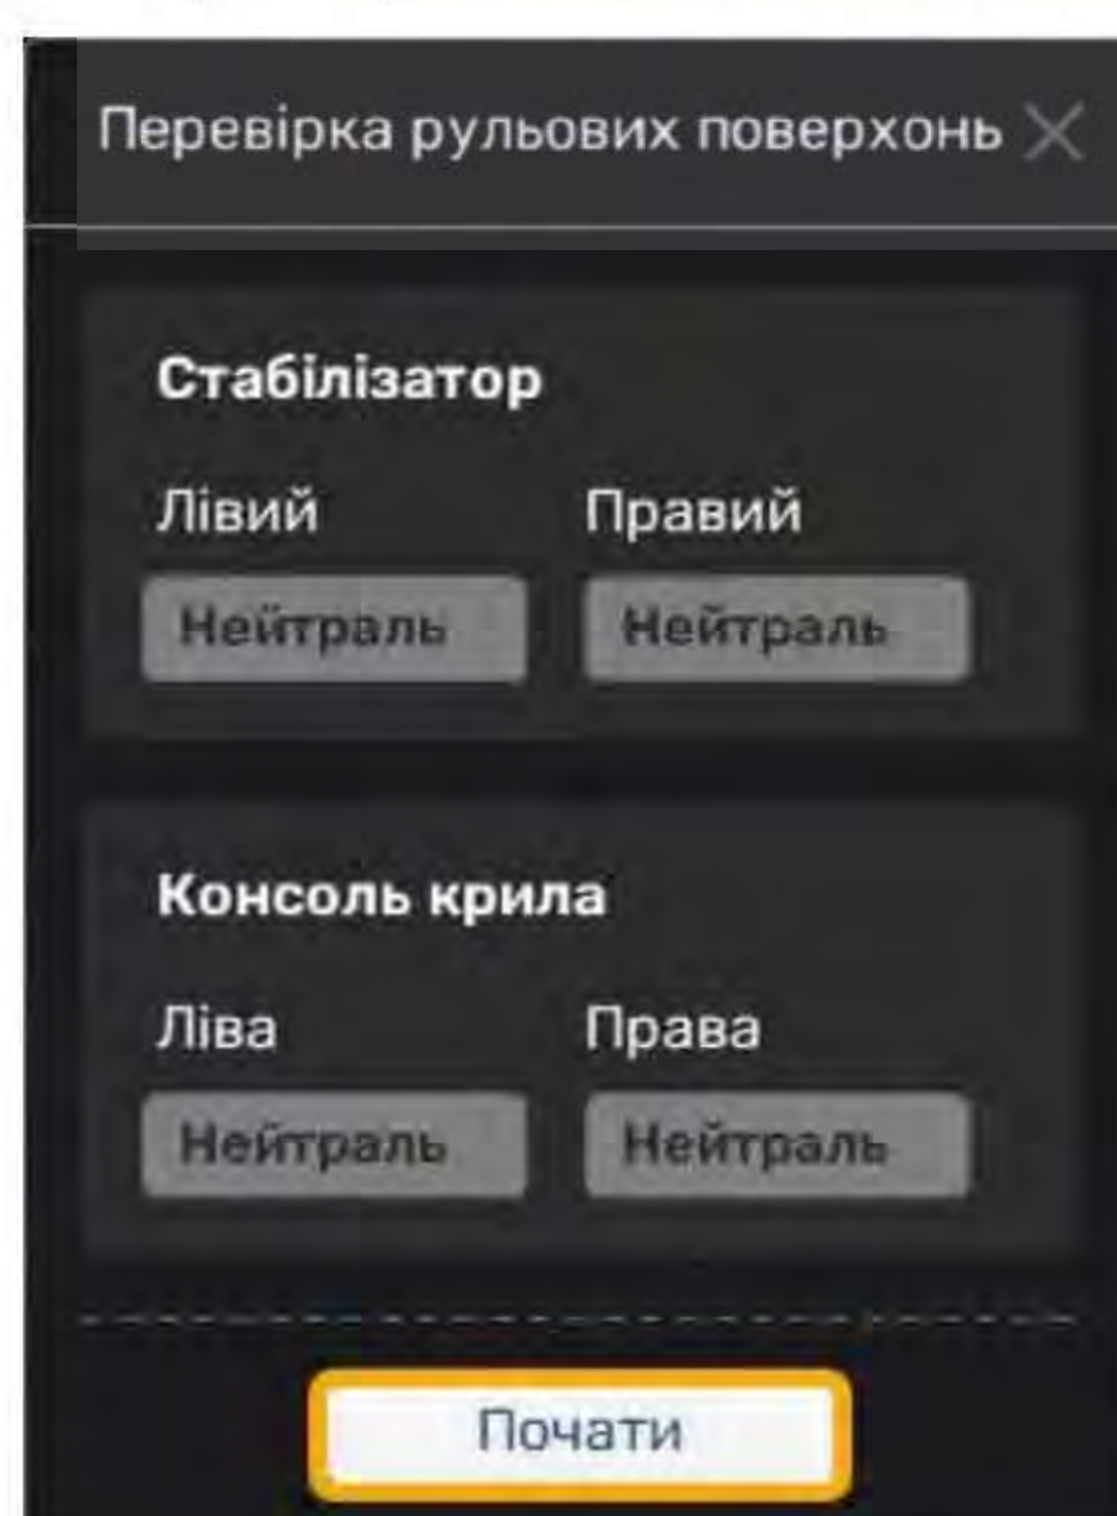

Рис. 12 Общий вид окна "Проверка рулевых поверхностей" Общий вид окна "Проверка рулевых поверхностей"
- оператор БпЛА открывает окно "Проверка рулевых поверхностей" (Рис. 12), нажав кнопку типа чекбокс пункта проверки, и с помощью ЛКМ жмет кнопку "Начать";